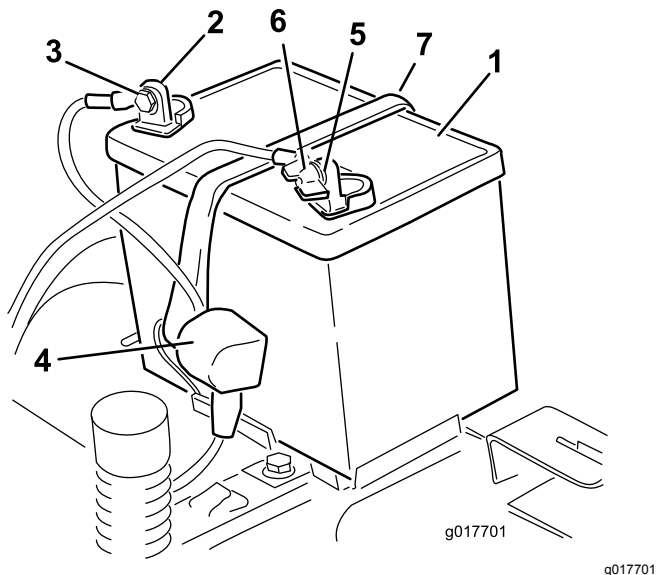

Figura 36
4. Desconecte el cable negativo de tierra (negro) del borne de la batería (Figura 36). Guarde todos los herrajes.
5. Deslice hacia arriba la cubierta de goma del cable positivo (rojo). Desconecte el cable positivo (rojo) del borne de la batería (Figura 36). Guarde todos los herrajes.
6. Retire la correa de sujeción de la batería (Figura 36) y levante la batería para retirarla de su bandeja.
1. Coloque la batería en la bandeja (Figura 36).
5. Fije la batería con la correa de sujeción (Figura 36).